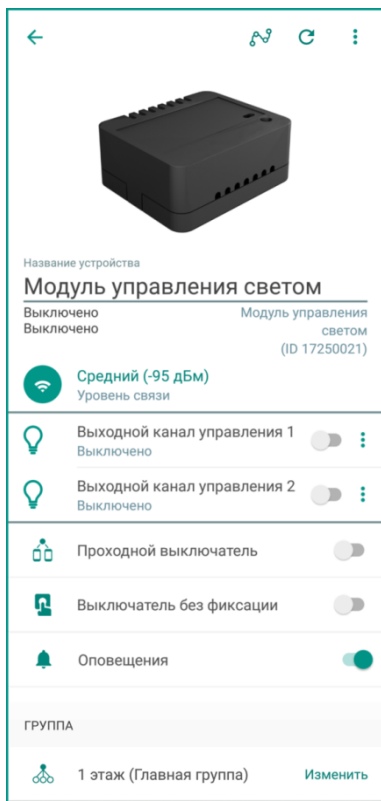

Рисунок 12.1 – Экран настройки модуля
1. В приложении на экране настройки модуля (в строке *Уровень связи*, см. рисунок 12.1).
Текущий уровень связи модуля с хабом отображается на экране настройки модуля (см. рисунок 12.1).
Настройки работы модуля могут быть изменены на экране настройки модуля (см. рисунок 12.1):
На экране настройки модуля (см. рисунок 12.1) вы можете отключить push-оповещения о включении и выключении модуля. В этом случае записи о работе модуля будут сохраняться только в Журнале событий и в разделе Статистика (см. п. 13).